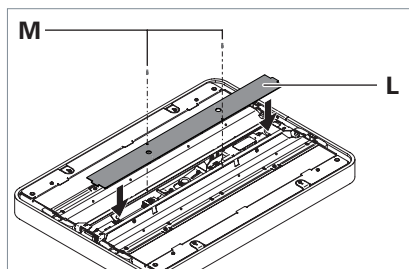

Fig. 12: Monter le couvercle.
- Placez le recouvrement **L** sur la tête du luminaire, voir Fig. 12.